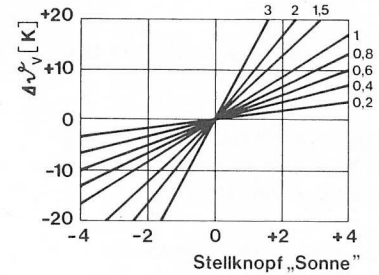

Bild 13 Zentralgerät E2MM, Frontansicht mit Diagrammen
4.1.3 Temperatureinstellung am Stellknopf „Sonne“ (Bild 13)
4.1.4 Temperatureinstellung am Stellknopf „Mond“ (Bild 13)
4.1.5 Programmschalter (Bild 13)
Drehen des Minutenzeigers bis Markierungs-dreieck (Bild 13) auf die tatsächliche Uhrzeit und den Wochentag am Schaltring zeigt.